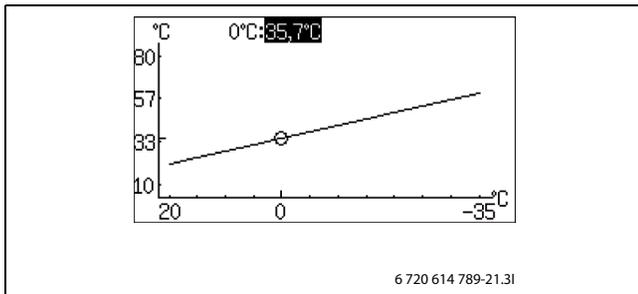

Fig. 27
- Tourner le bouton de réglage pour sélectionner 0 °C (→ figure 27).